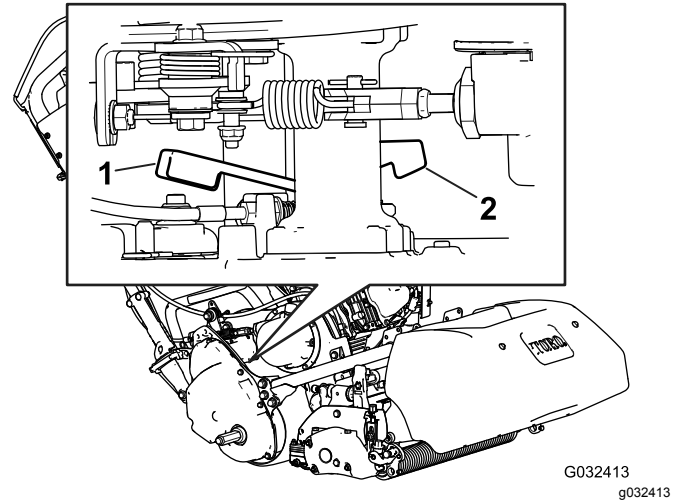

Figura 32
1. En la esquina derecha trasera de la máquina, localice la palanca de engranado/desengranado de la tracción junto al tambor del alojamiento de la transmisión (Figura 32).